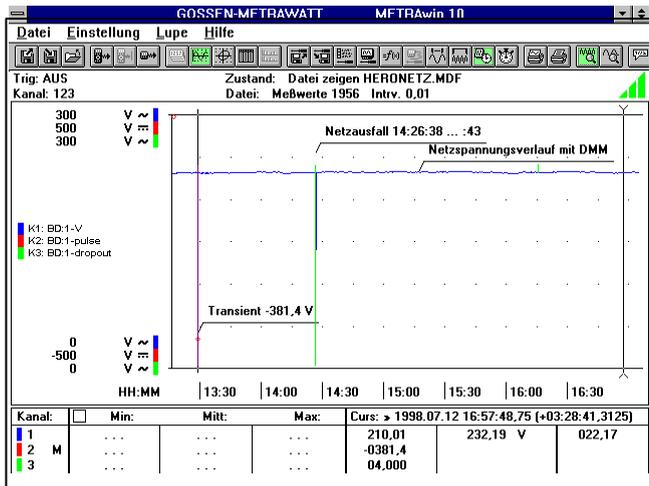

Bild 4: Netzstörungen präsentiert mit METRAHit® 29S / METRAWin® 10. Das Datenfile enthält etwa 2000 signifikante Meßpunkte aus 1 400 000 Abtastungen
- Kanal 2 für schnelle Transienten bis 1000 V Spitze und wechselnder Polarität („+ Pulse“ / „- Pulse“) im Bereich von einer halben bis fünf Mikrosekunden. Diese werden mit Auftrittszeitpunkt und Amplitude mittels einer Sample & Hold-Schaltung simultan registriert und im METRAWin10-Liniendiagramm (Bild 4 und 5) als rote Raute (entspricht der zeitlichen Lage der Spitze) dargestellt.
Bild 5: Unterspannung, Netzspannungsunterbrechungen und eine schnelle Störspitze registriert um 13:29:07 Uhr. Ein Registriergerät herkömmlicher Bauart reagiert wie der blau dargestellte DMM-Kanal. (Detail der 1. Störung aus Bild 4)
Die Registrierfunktion des **ersten Kanals** (in Bild 4 u. 5 blau dargestellt) wird durch das signalabhängige Abtastverfahren „Delta-Sampling“ unterstützt. Während das Signal mit konstanter Periode von z. B. 0,5 s abgetastet wird, werden im Speicher nur Meßwerte nach einer vorbestimmten Änderung abgelegt. Dies wurde im Beispiel durch vorher eingestellte Signalhysterese von 0,5 Volt erreicht. Durch diese Methode ergibt sich eine signifikante Datenreduktion ohne Verlust an Information.
Der **Kanal 3** arbeitet mit einer konstanten Abtastfrequenz von 1 kHz (grüne Kurve in Bild 4 bis 6). Aus jeweils zehn
Oft stellt sich beim Einsatz von Transienten-Registriersystemen die Frage nach der Speichertiefe und der möglichen Registrierdauer. Obwohl der Speicher im METRAHit29S einen begrenzten Platz (128 kByte) bietet, arbeitet er sehr effektiv: Im dargestellten Beispiel gemäß Bild 4 wurde während einer Aufnahmedauer von knapp 4 Stunden nur etwa 4 % des verfügbaren Speicherplatzes belegt! Bei gleicher Signalwelligkeit und Störintensität wäre bei gleichbleibend hohem Informationsinhalt eine Speicherdauer von etwa vier Tagen verfügbar gewesen. Durch Optimierung von Triggereinstellung, Abtastperiode und Signaldifferenz läßt sich dieser Überwachungszeitraum weiter dehnen.